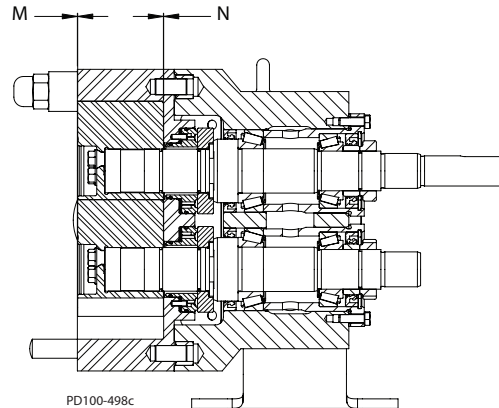

Abb. 59- Messen des Spiels
5. Prüfen Sie die resultierenden Spiele hinter und vor dem Rotor (Pos. M und N auf Abb. 59). Stellen Sie die Beilagen wie erforderlich zusammen.